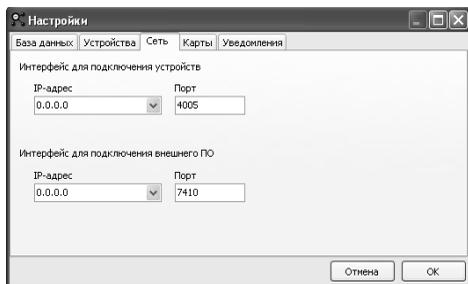

Рисунок 10
8.4 Настройка приложения "Сервер-186" для работы с приложением "Клиент-186" выполняется в пункте "Сервис→Сеть", где указывается IP-адрес и порт, по которым идет подключение к "Сервер-186" (рисунок 10). Максимальное количество одновременно запущенных приложений "Клиент-186" и/или "Монитор емкостей" определяется файлом лицензии.